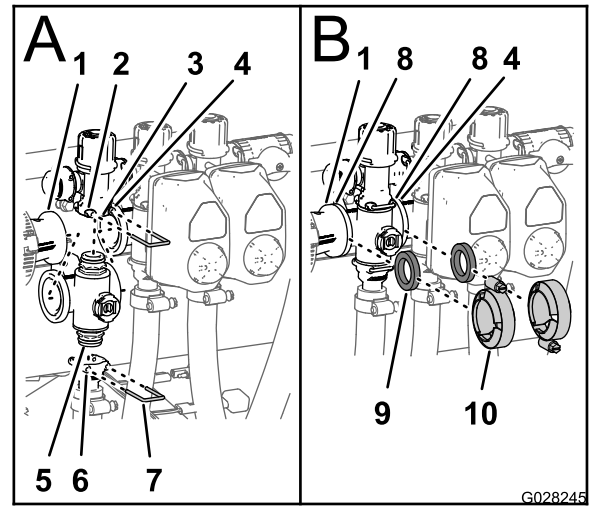

Figura 122
1. Inserte el conector de extremo superior del distribuidor en el acoplamiento de desvío (Figura 122).
2. Sujete el conector de extremo al acoplamiento de desvío insertando una horquilla de retención en el acoplamiento de desvío (Figura 122).
3. Conecte el conector de salida al conector de extremo inferior del distribuidor (Figura 122).
4. Sujete el conector de extremo al conector de salida insertando una horquilla de retención en el conector de salida (Figura 122).
5. Alinee una junta entre las bridas del racor reductor y el distribuidor de la válvula de sección (Figura 122).
6. Monte el racor reductor, la junta y el distribuidor de la válvula de sección con una abrazadera y apriete a mano (Figura 122).
7. Para instalar las dos válvulas de sección de la izquierda, alinee una junta entre las bridas de los distribuidores de las 2 válvulas de sección adyacentes (Figura 122).
8. Sujete los 2 distribuidores de válvula de sección adyacentes y la junta con una abrazadera, y apriete a mano (Figura 122).